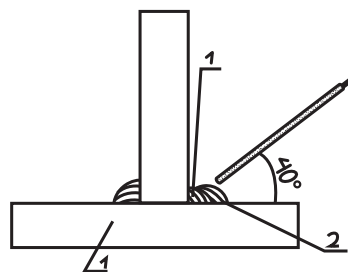

Figura 11
**b.** Deposite el segundo cordón inclinando el electrodo conforme a la figura 11.